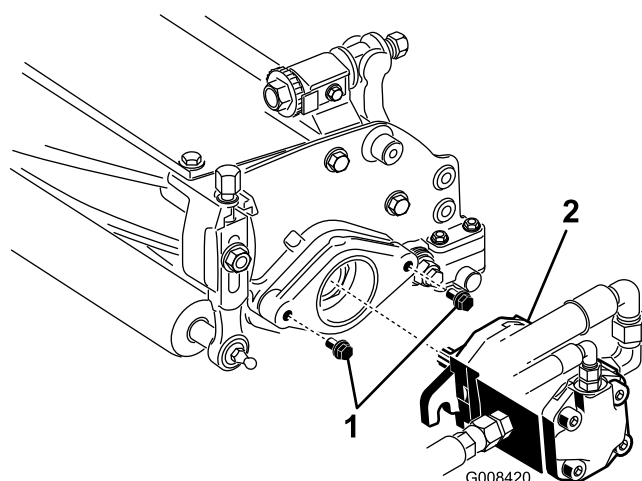

図 12
る。各取り付けねじについて、ねじ山が13 mm程度突き出るようにする (図 12)。
10. リールモータのシャフトのスプライン部にグリスを塗布する。モータを取り付け穴に正対させ、時計方向にひねってスタッドを一回かわし、次に左回りにひねって、キャップスクリューにフランジをしっかりと掛ける (図 12)。
11. 取り付けボルトを締め付ける。 (図 12)。